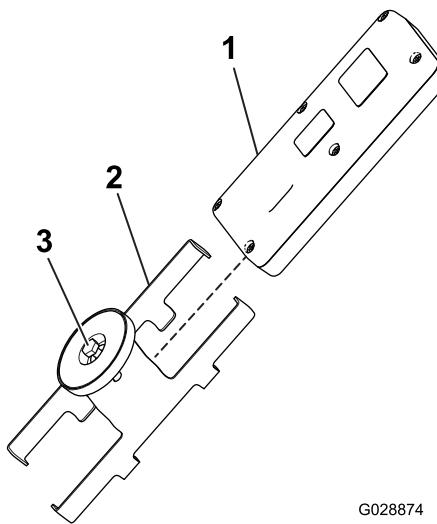

図 45
1. マグネット式ブラケットのマグネットについているボルトをゆるめる図45。
2. ブラケットの両側を開いてリモートを取り出す(図45)。
- ハンドヘルドリモートをマグネット式ブラケットに取り付ける。ブラケットにリモートを入れ、ブラケットについているボルトを締め付ける(図 45)。